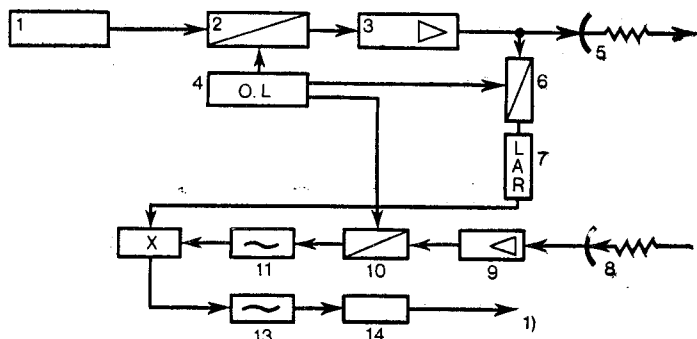

Fig. 9. Schéma de principe d'un radar à corrélation
La fig. 9 donne, à titre d'exemple, le schéma de principe d'un radar à corrélation dans lequel :
2. Expliquez le schéma de principe d'un radar à corrélation (fig. 9).
3. En se guidant du schéma (fig. 9), expliquez le fonctionnement du radar.